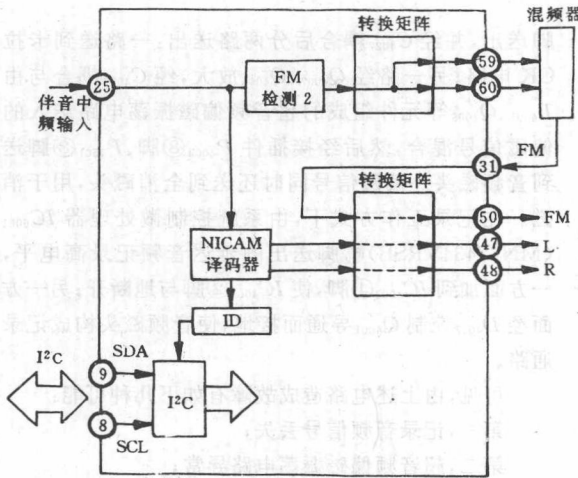

图 9 解调模块信号流程
② FM+NICAM 工作方式:如表 7 所示,在音频多重方式中选择了 NI AM 制式时,集成电路内部的解调模块中的信号流程如图 9 所示。注:(方框图中表示 NICAM 立体声,在 IMONO 和 IIMONO 方式时信号通路是相同的)。